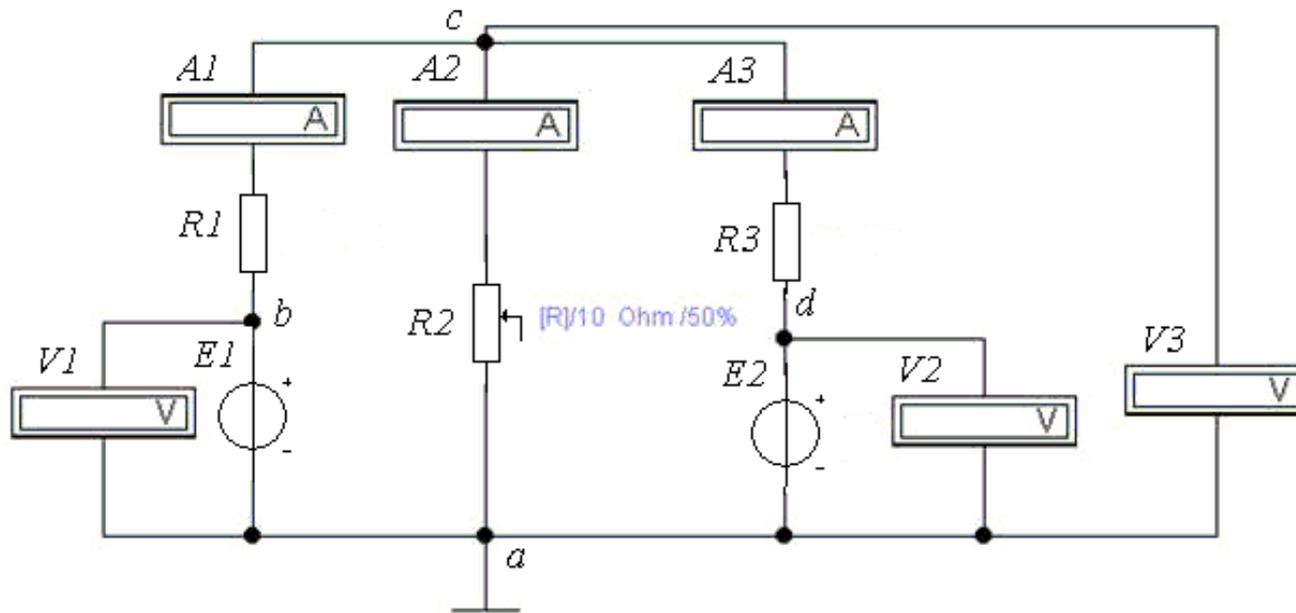

Рис. 8. Схема для опытной проверки законов Ома и Кирхгофа
1. Соберите схему в EWB рис. 8.
6. Определить в схеме (рис. 8) токи, методом наложения, воспользовавшись результатами табл. 4. Данные расчёта занести в табл. 4.